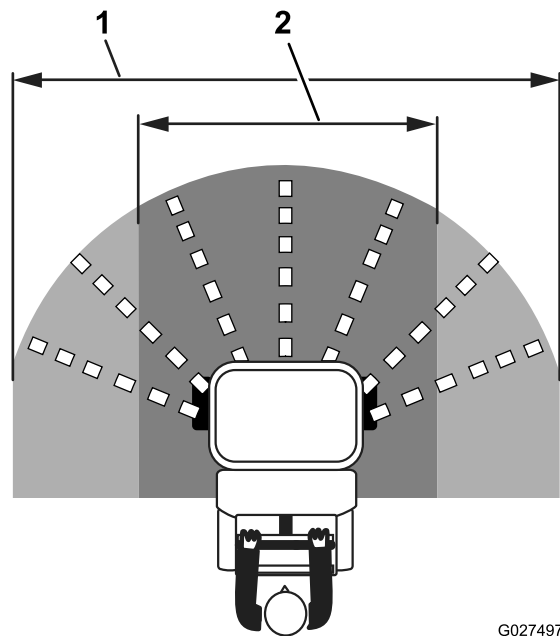

Figure 36
4. Ouvrez le déflecteur d'application petite ou grande largeur pour commencer l'épandage (Figure 36).